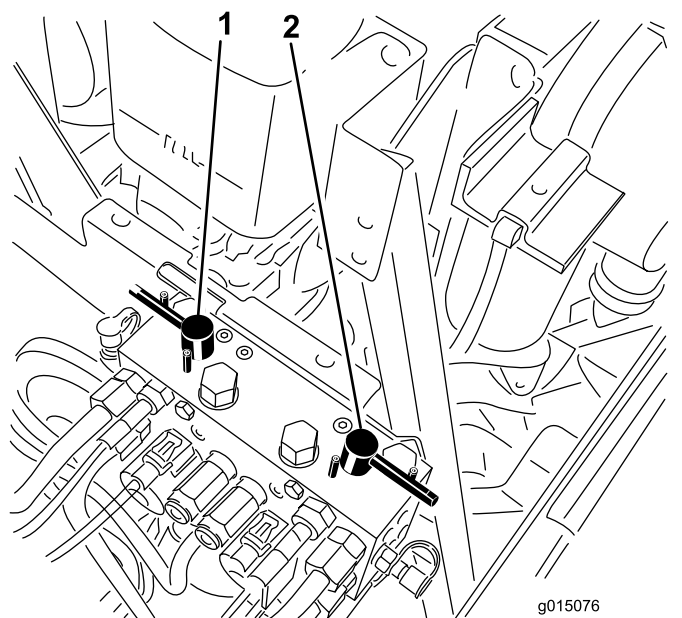

Figura 103
4. Selecione as alavancas de retificação dianteiras, traseiras ou ambas para determinar quais as unidades a retificar (Figura 103).